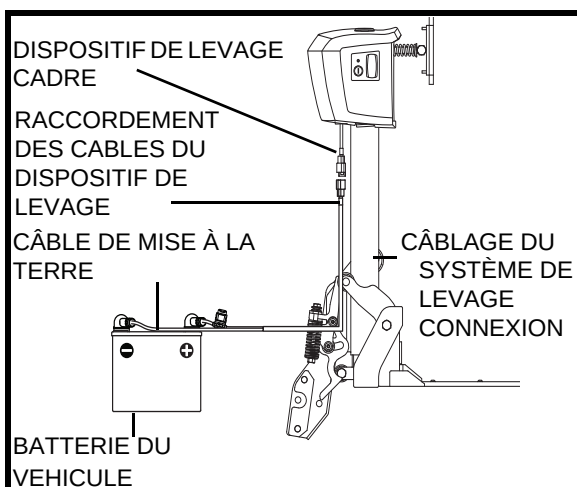

Figure 11. Installation du faisceau de câbles
1. Passe le câble de l'appareil (à partir de l'appareil) à l'intérieur du véhicule pour rejoindre la batterie du véhicule. **Voir la figure 11.** Typiquement, vous trouverez des orifices passe fil derrière les feux arrière afin de faire passer le câble dans le coffre arrière et sous la banquette arrière.